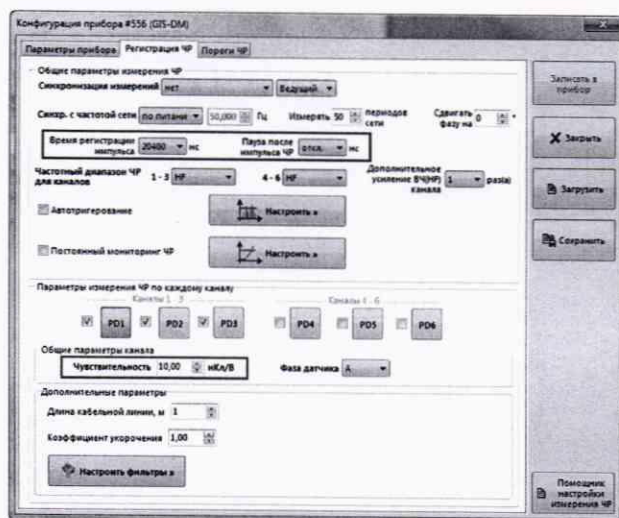

Рисунок 6 Общие настройки для всех измерений.
**Общие настройки для всех измерений (Рисунок 6):**